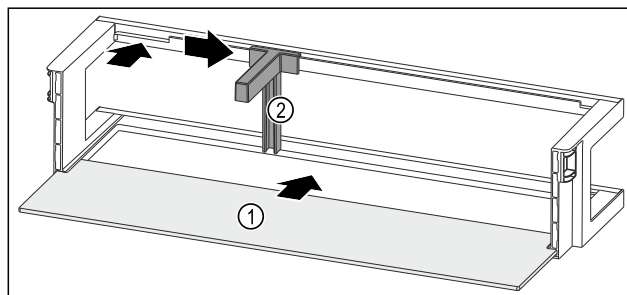

Fig. 131 Dveřní přihrádka s odkládací plochou
- ▶ Odkládací plochu Fig. 131 (1) zasuněte do bočních vybrání.
- ▶ Držák lahví Fig. 131 (2) vložte do vybrání.
- ▶ Držák lahví *Fig. 131 (2)* posuňte na stranu do požadované polohy.